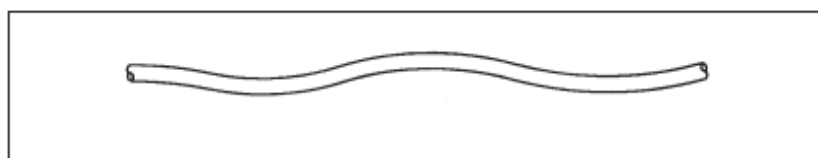

Figura 3
E. Remova com cuidado o lado dianteiro, saindo dos decalques que aderem às placas do peso. Veja Figura 3.
- Uma superfície ondulada. Veja Figura 3.